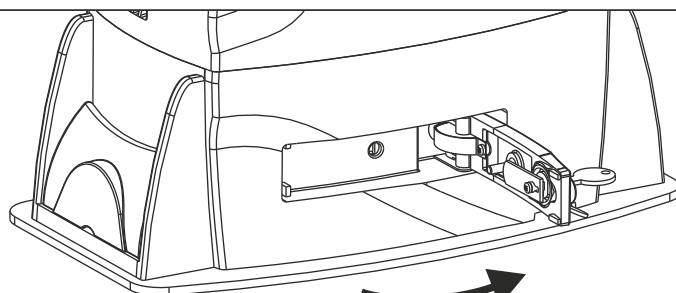

Abb. 27
- Den Entriegelungshebel bis zum Anschlag ziehen, ca. 90° (Abb. 27)